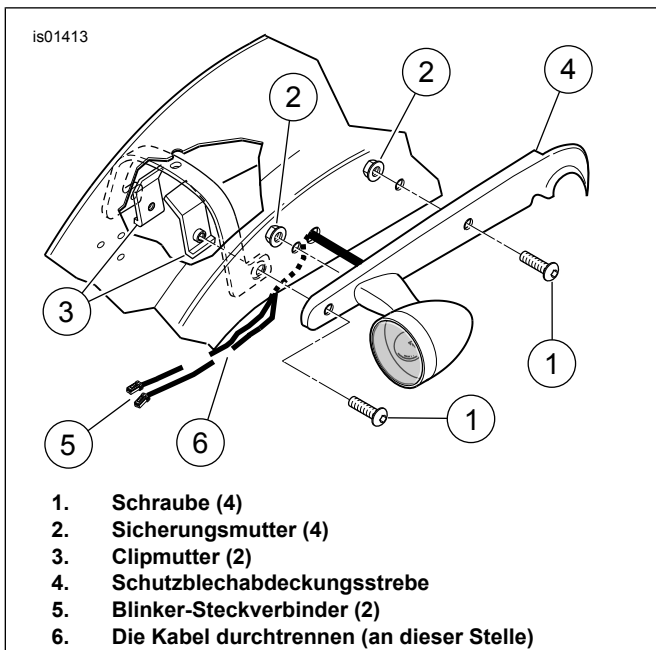

Abbildung 1. Entfernen der Hinterradschutzblechstrebe
3. Siehe Abbildung 1. Zum Zugriff auf den Amp-Multilock-Steckverbinder muss die Schlussleuchtenstretuscheibe abgenommen werden. Die Anschlüsse von beiden Blinkern abziehen und nach unten durch die Öffnung in der Schlussleuchte und im Schutzblech schieben.
5. Siehe Abbildung 1. Die vordere und hintere Rundkopfschraube (1), zwei Sicherungsmuttern (2) und Clipmuttern unter dem Schutzblech (3) von der linken und rechten Hinterradschutzblechstrebe entfernen und entsorgen.